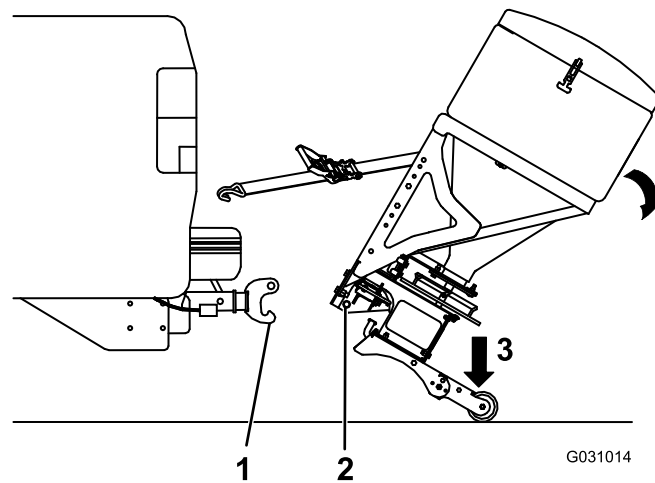

Figura11
5. Țineți ferm de dispozitivul de împrăștiere și pașiți pe ansamblul piciorului pentru a-l roti înapoi până când știftul inferior al dispozitivului de atașare RT3 eliberează cârligul de pe cârligul RT3 (Figura11).